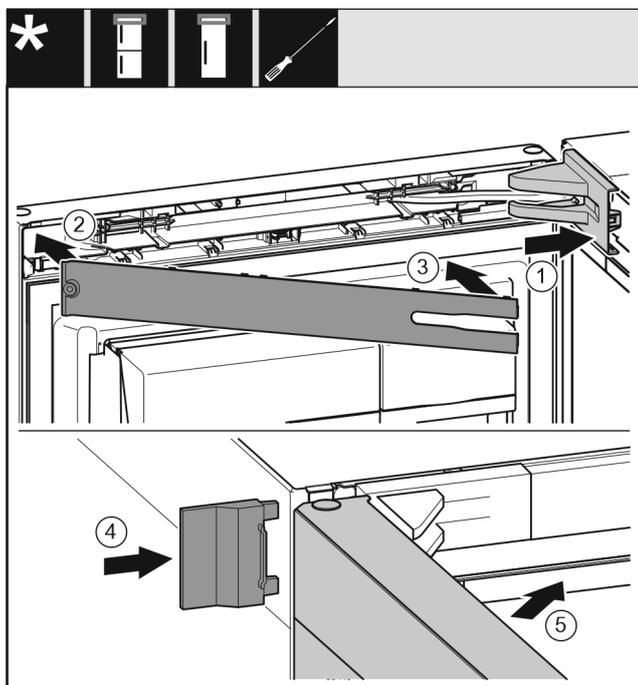

Fig. 51
- ▶ Uždėkite atraminės gembės dengiamąją plokštelę ir užfiksuokite, prirėikus atsargiai išspauskite. Fig. 51 (1)
- ▶ Uždėkite gaubtą. Fig. 51 (2)
- ▶ Uždenkite ir užfiksuokite gaubtą. Fig. 51 (3)
- ▶ Užstumkite išorinę dengiamąją plokštelę. Fig. 51 (4)
- ▶ Uždarykite viršutines duris. Fig. 51 (5)